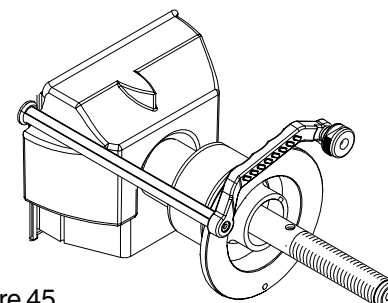

Figure 45
4. Tirer doucement le bras **SAPE** jusqu'à ce qu'il soit **complètement** étendu (Figure 45), le maintenir immobile pendant environ 1 seconde, une sonnerie se déclenchera.